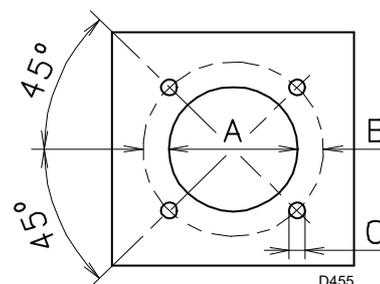

Fig. 13
Forare la piastra di chiusura della camera di combustione come in Fig. 13 (Tab. M) La posizione dei fori filettati può essere tracciata utilizzando lo schermo termico a corredo del bruciatore.
- Infilare tutto il bruciatore sul foro caldaia, precedentemente predisposto (Fig. 13), e fissare con le viti date a corredo.